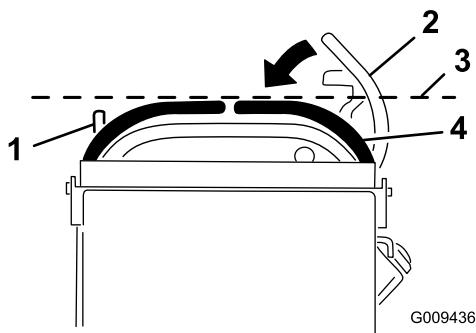

Figura 68
3. Empurre para baixo a alavanca direita de controlo do movimento para fora da posição de bloqueada em ponto-morto (Figura 68).
4. Verifique se alinha horizontalmente com a alavanca esquerda de controlo de movimento (Figura 68).